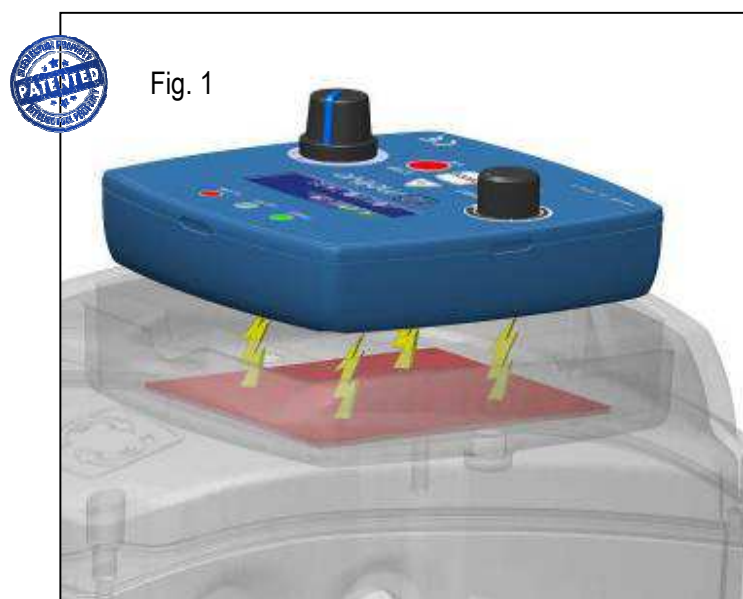

Fig. 1
L'objectif du moteur-variateur intégré est d'éliminer le coût du matériel supplémentaire (câbles et cabinet, principalement), les temps et les frais d'études, d'installation, de câblage, de programmation et d'essais du système moteur + variateur, ainsi que les risques dus aux erreurs liées à ces opérations. Toutefois, avant NEO-WiFi, il existait des limites de diffusion des moteurs-variateurs : l'indice de protection nécessaire (un moteur peut être installé même à ciel ouvert, ce qui était impossible pour le variateur) et la distance du moteur-variateur ; par conséquent la distance de son clavier, de l'emplacement de l'opérateur qui doit le commander (imaginez par exemple un ventilateur de plafond). La société Motive a trouvé la solution aux deux problèmes avec NEO-WiFi, un système breveté, facilement utilisable, IP65 (Fig.2), avec commande amovible et à distance (sans fil), alimenté par induction (Fig.1) lorsqu'il est placé dans son compartiment sur le moteur ou à batterie lithium rechargeable (Fig.14). NEO-WiFi possède les performances les plus avancées par rapport aux autres variateurs et, grâce à ses
- l'adoption d'un système d'alimentation à induction (Fig.1) plutôt que des connexions "mâle-femelle,